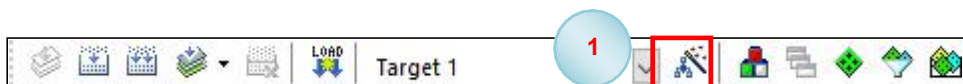

图 5-1 工具栏中的工程配置选项卡
- 5、点选 Target Options（或者使用快捷键组合 ALT+F7），打开工程配置界面，并选择 Debug 标签栏（图 5-1 中步骤 1）。